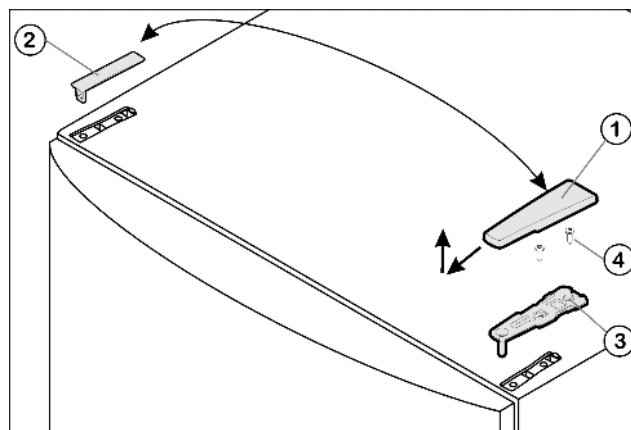

Fig. 5
- Потяните крышку Fig. 5 (1) вперед и вверх.
- Снимите крышку Fig. 5 (2).
- Открутите верхний опорный кронштейн Fig. 5 (3) (2 шт. Torx® 25) Fig. 5 (4) и вытяните вверх.
- Установите верхний опорный кронштейн Fig. 5 (3) на новой стороне шарнира и защелкните в дверце.
- Привинтите верхний опорный кронштейн (**с моментом 4 Нм**) (2 шт. Torx® 25) Fig. 5 (4). При необходимости проделайте отверстия или используйте аккумуляторную отвертку.
- Наденьте и защелкните крышку Fig. 5 (1) и крышку Fig. 5 (2) на противоположной стороне снаружи.